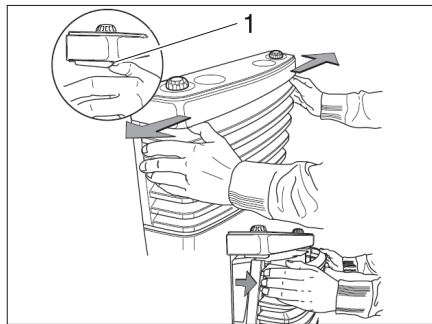

Fig. 105 Enlever le revêtement du chauffage
- Enlever le revêtement du chauffage. A cet effet, pousser les ressorts de fermeture (Fig. 105,1) latéralement vers l'extérieur, faire basculer le revêtement vers l'avant et le soulever hors des paliers inférieurs.